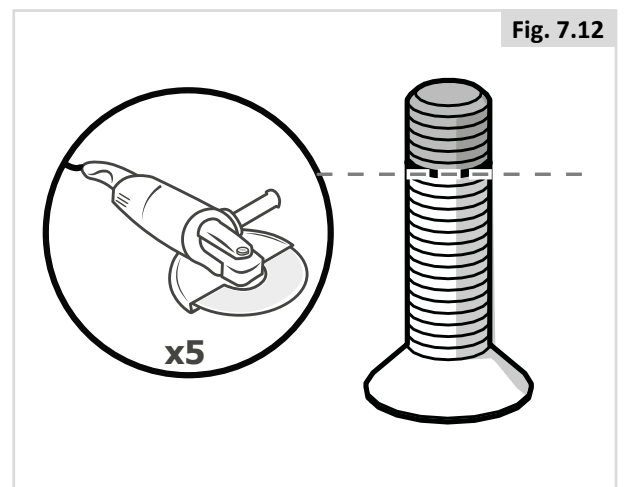

Fig. 7.12
7. Kutt skruen der du har merket dem (Fig. 7.12).